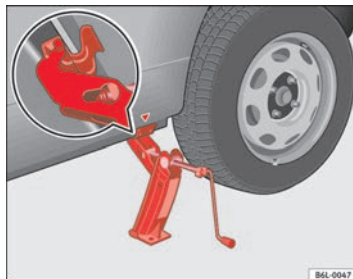

Fig. 129 Posizionamento del cric
- Applicare il cric in modo che la staffa faccia presa in corrispondenza della nervatura del montante inferiore e che la base mobile appoggi bene a terra ⇒ **fig. 129**.